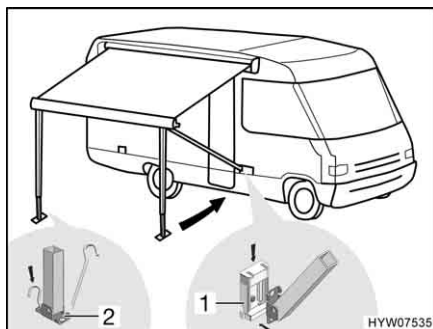

Fig. 14 Fissaggio dei montanti di supporto
- Incastrare i montanti di supporto nei supporti (Fig. 14,1) sul veicolo (se presenti), oppure fissarli sul terreno con dei puntelli (Fig. 14,2).